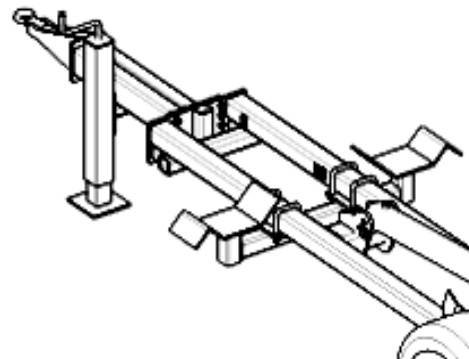

Рисунок 1.
- При помощи домкрата (рис. 1) путем поворачивания рукоятки по часовой стрелки или против установить кольцо дышла агрегата на уровне сцепного устройства трактора.